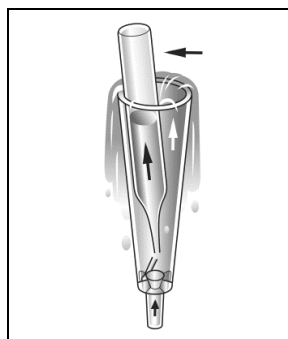

Figure 1
2. Plonger l'ampoule Vacu-vial, pointe vers le bas, dans le tube de prélèvement. Casser la pointe de l'ampoule. L'ampoule se remplit alors d'échantillon et une bulle d'air destinée à permettre le mélange de ce dernier se forme (fig. 1).